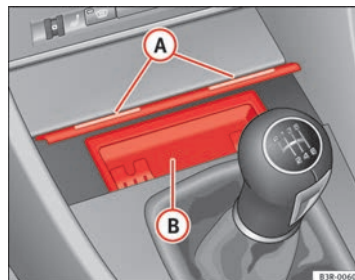

Fig. 122 Consola central: Cenicero abierto
- Presione brevemente sobre la moldura frontal del cenicero **A** ⇒ fig. 122.
- Agarre la carcasa del cenicero **(B)** ⇒ fig. 122 por sus concavidades laterales y extráigala hacia arriba.